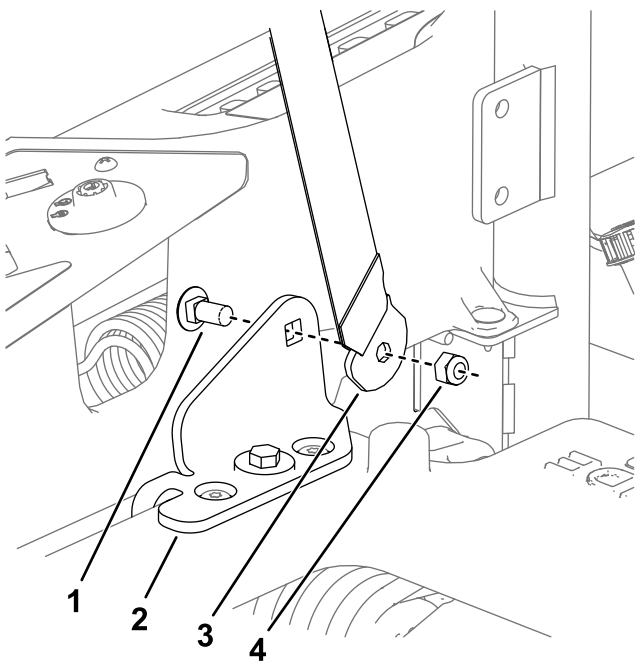

Bild 11
- Befestigen Sie das Sicherheitsgurtschloss und die Sicherheitsgurtzunge mit zwei Schlossschrauben (7/16" x 1") und zwei Sicherungsmuttern (7/16") an den Sicherheitsgurthalterungen, wie in Bild 11 dargestellt.